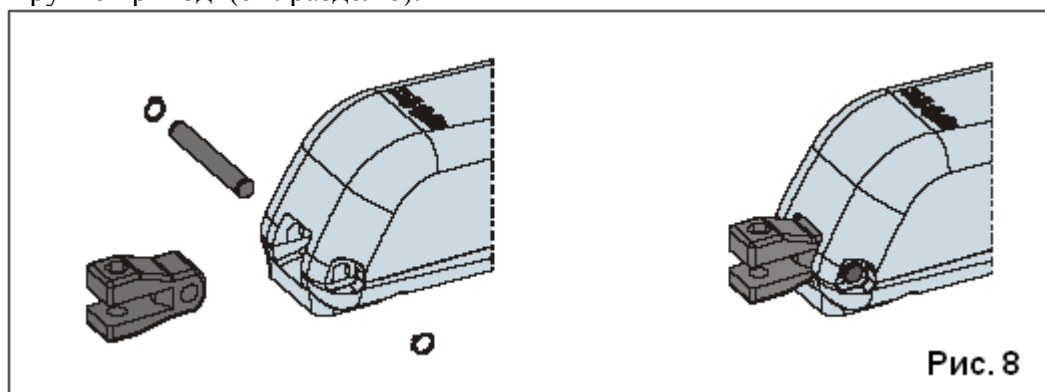

Рис. 8
- 2) Установите заднее крепление в привод, как показано на рис. 8.